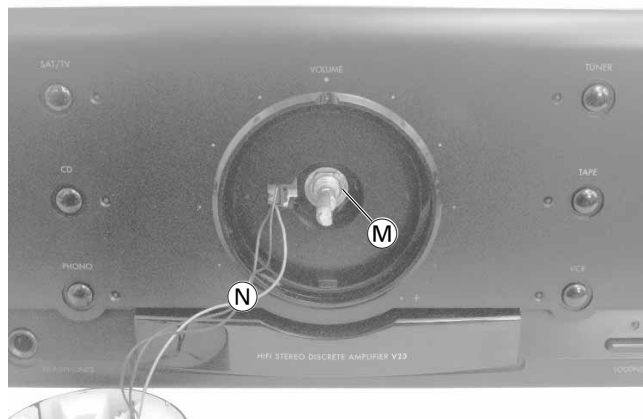

Fig. 4
5. Ausbau der Potiplatte (Fig. 4)
- Die Mutter (M) losschrauben.
- Die Potiplatte kann jetzt nach innen herausgezogen werden. Bei Bedarf die Kabel (N) ablöten.
5. Disassembling of the Potentiometer Board (Fig. 4)
- Disengage the nut (M).
- The PCB can now be removed. If necessary unsolder the wires (N).